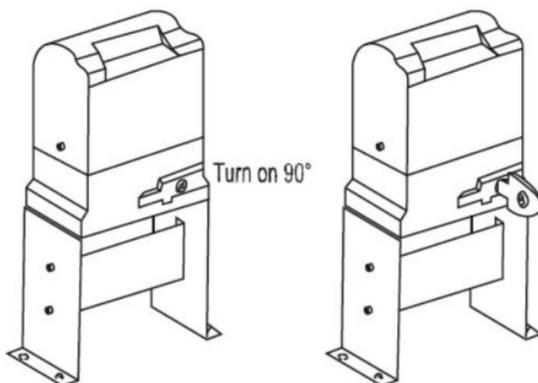

Figura 7
e) Desbloquee el motor principal antes de la instalación. El método de desbloqueo es el siguiente: retire la tapa de la llave, inserte la llave y abra la barra de liberación manual hasta que gire 90° como se muestra en la Figura 7. Luego, gire la rueda dentada de salida y la rueda dentada podrá girar fácilmente.